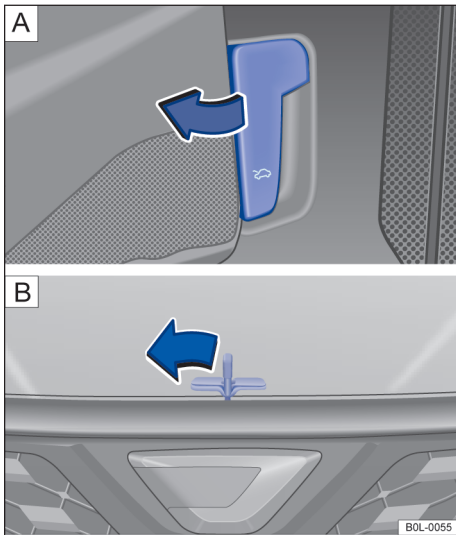

图 131 A 驾驶员侧脚部空间内：发动机舱盖的解锁手柄；B 散热器格栅上方：发动机舱盖解锁拨杆
- 打开发动机舱盖前，要确保前风窗玻璃刮水器臂贴合在前风窗玻璃上 → ①。
- 打开驾驶员侧车门，沿箭头方向拉动解锁拨杆（取决于车型装备，解锁拨杆上可能印有符号 ☞）→ 图 131 A。发动机舱盖在弹簧力作用下从前围支架的锁止装置中弹出 → ②。
- 沿箭头方向拨动散热器格栅上方的解锁拨杆 → 图 131 B 并上抬发动机舱盖。